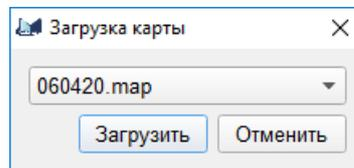

Рис. 31
4.1.5.1. Загрузить карту можно через пункт главного меню *"Карты"*-*"Загрузить карту"*. Выбор данного пункта меню приведет к открытию диалогового окна загрузки карты (рис. 31).